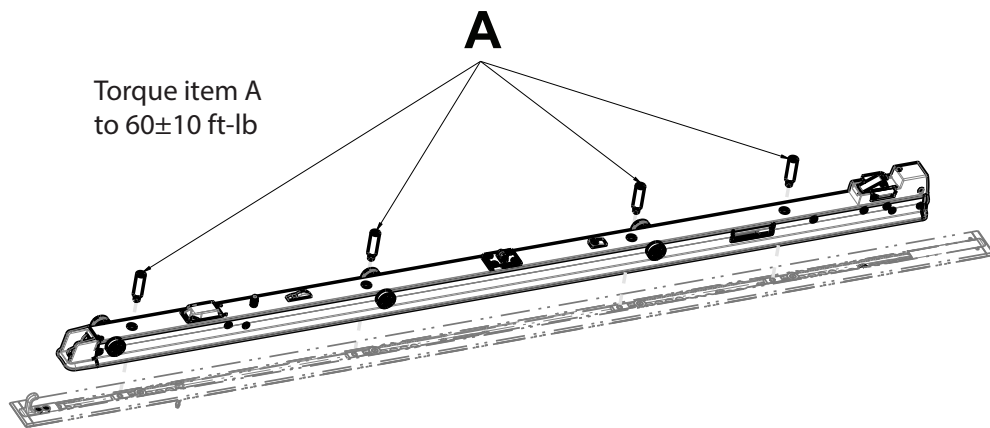

Figure 44 – Retirer les tiges de montage du système d'ancrage
3. À l'aide d'une clé hexagonale de 3/8 po, retirer les quatre tiges de montage du système d'ancrage (A) qui fixent l'ancrage à la plaque de plancher (Figure 44). Conserver les tiges de montage.